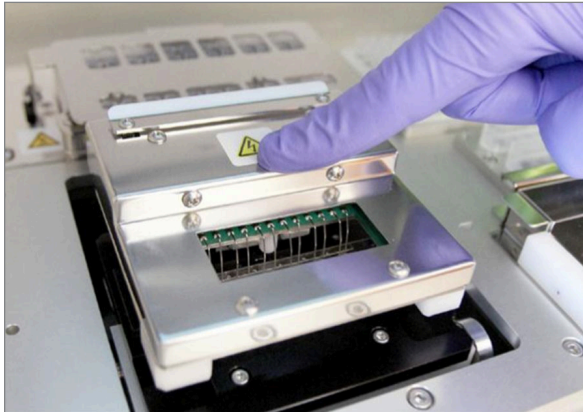

ABBILDUNG 5.20: Senken Sie die Elektrodenhalterung vorsichtig über der Cartridge ab.
14. Senken Sie die Elektrodenhalterung vorsichtig über der Cartridge ab (ABBILDUNG 5.20). Die 24 Elektroden sollten sich problemlos in die 24 Wells einfügen. Tippen Sie auf **Next** (Weiter).
WICHTIG: Verwenden Sie zum Absenken der Halterung nicht den Entriegelungshebel. Dies würde verhindern, dass die Halterung verriegelt wird. Drücken Sie stattdessen auf den vom Entriegelungshebel abgewandten Halterungskorpus (ABBILDUNG 5.20).